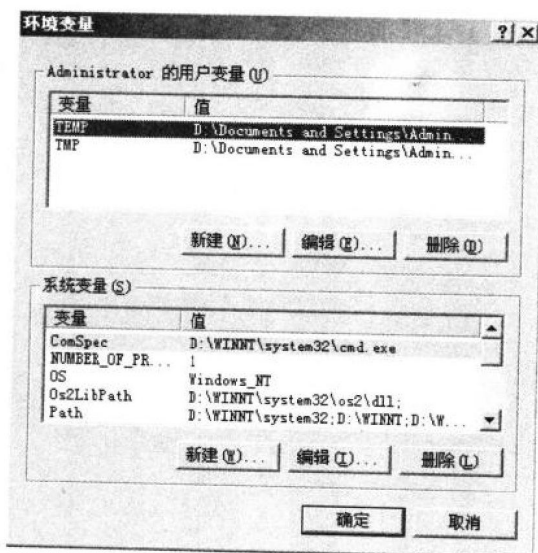

图 1-2 【环境变量】对话框
- (3) 单击【高级】选项卡中的 环境变量(E)... 按钮，进入【环境变量】对话框，如图 1-2 所示。